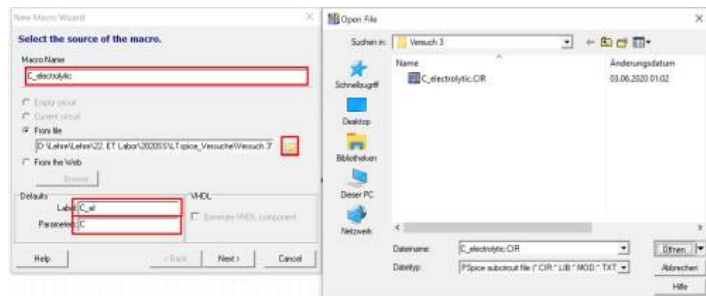

Fig. 3: Macro Wizard: Dateiauswahl
- Im Macro Wizard - Dateiauswahl (figure 3)